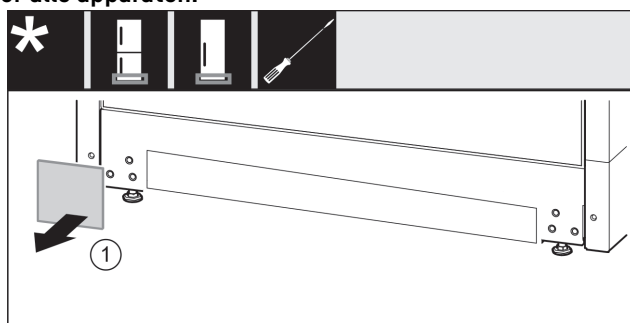

Fig. 15
- ▶ Afdekking Fig. 15 (1) wegnemen.